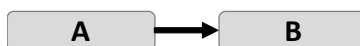

Figura 18.
En una relación de dependencia entre dos tareas, la primera tarea se conoce como predecesora y es la tarea independiente (A), mientras que la segunda se denomina tarea sucesora y es la dependiente (B). Ambas se relacionan mediante una flecha, de manera que la punta de la flecha recae sobre la tarea dependiente (véase figura 18).
Las relaciones de dependencia entre tareas son cuatro (figura 18):